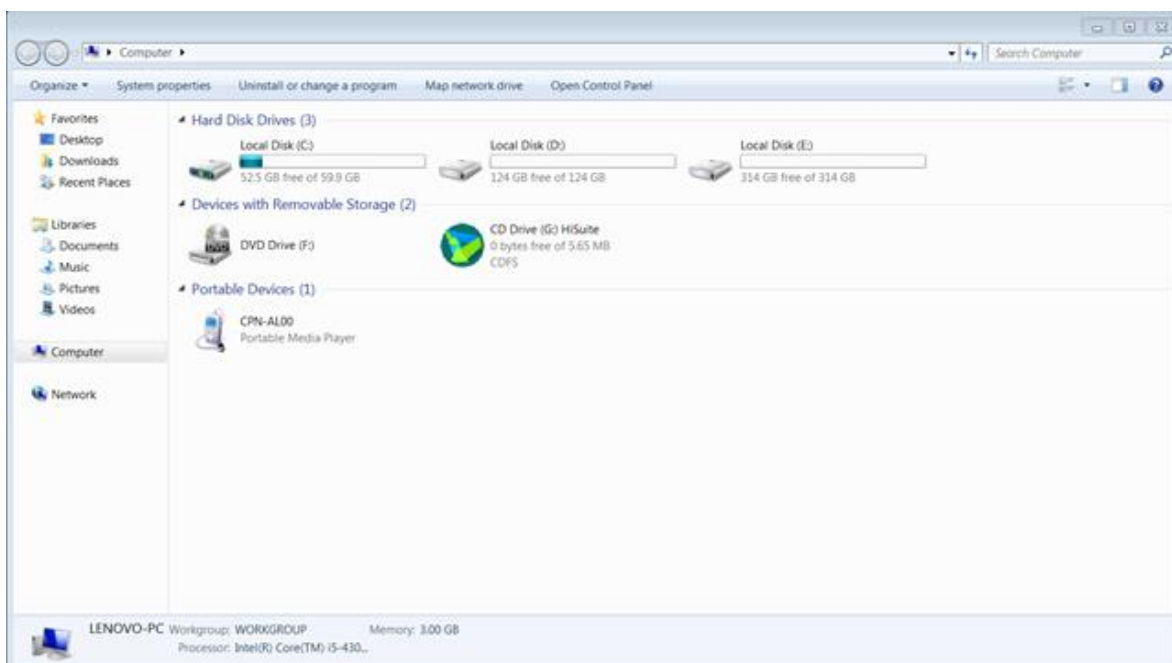

FIGURA 64: Interfaz de computadora.
3. Acceda a la computadora (Figura 64).